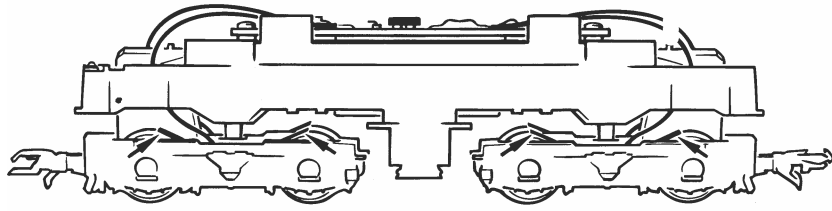

Fig. 8
3. Haftreifenwechsel: den **Radsatz** herausnehmen und die **Haftreifen** mit einer Nadel od. mit einem feinen Schraubendreher abziehen (Fig. 8). Beim Aufziehen der neuen Haftreifen darauf achten, dass diese sich nicht verdrehen.
l'aide d'une aiguille ou d'un tourne-vis fin, les bandages d'adhérence (fig. 8). Lors du montage des nouveaux bandages veuillez veiller à ce que les bandages **ne soient pas tor-dues.**
3. Change of traction tyre: remove **traction tyre** using a pin or a fine screwdriver (fig. 8). When pressing on the new traction tyre please **avoid twisting it**.